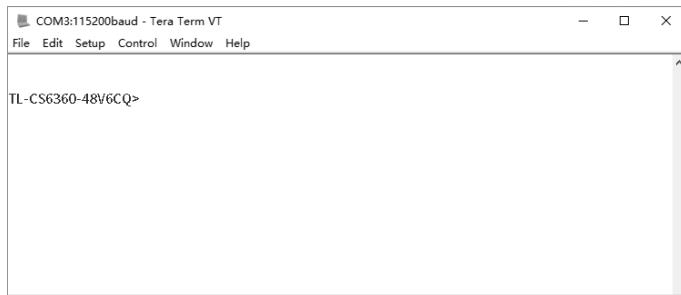

图4-6 Console登录
4. 在主窗口中输入回车键，可以看到“TL-CS6360-48V6CQ>”的提示符，说明已成功登录交换机，如图4-6所示。